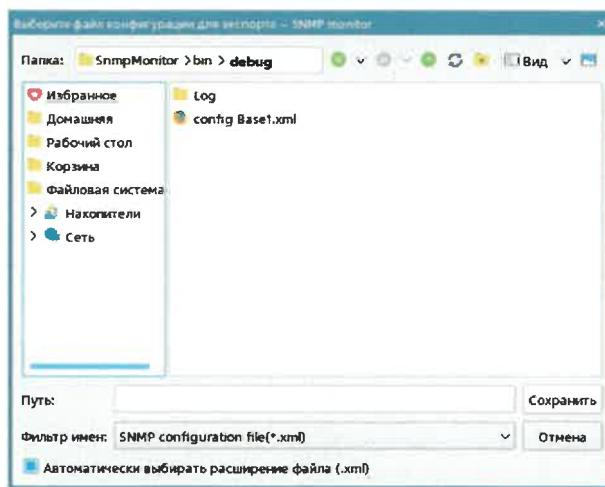

Рис. 15 – Экспорт конфигурации
- **Экспорт**  – Сохранение конфигурации последующего использования на других ПК и/или в качестве резервной копии: в открывшемся окне (Рис. 15) ввести имя файла, выбрать место на локальном или сетевом диске или на внешнем носителе.